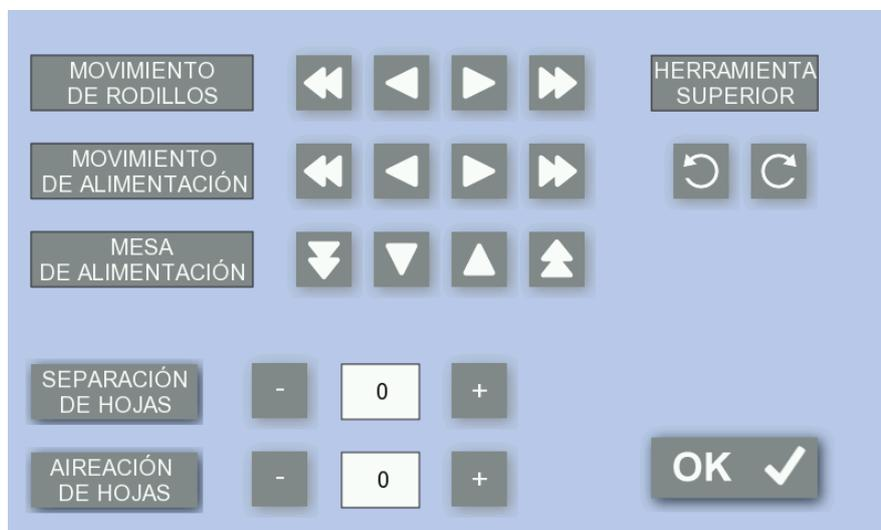

Fig. 26: Pantalla “MANEJO MANUAL”
El manejo manual es utilizado más que nada para cambiar la herramienta o para liberar un papel atascado en la máquina. En la pantalla «AJUSTES» (Fig. 14) pulse el icono  (Manejo manual) y en la pantalla principal aparecerá el siguiente menú (Fig. 26). Al pulsar los iconos de movimiento hacia delante (o hacia atrás) ,  en el campo **MOVIMIENTO DE RODILLOS**, los rodillos de la máquina se pondrán en funcionamiento. Los iconos  y  definen la continuidad del movimiento de los rodillos.  - Los rodillos giran tan sólo si mantiene pulsada la flecha.  - Los rodillos se ponen en movimiento y girando hasta que se vuelve a pulsar el icono. El campo **MOVIMIENTO DE ALIMENTACIÓN** (movimiento de las cintas de alimentación) y **MESA DE ALIMENTACIÓN** funcionan de manera analógica. **SEPARACIÓN DE HOJAS** y **AIREACIÓN DE HOJAS** se pondrán en funcionamiento pulsando pulsando los botones de funciones del mismo nombre. El icono  (Herramienta atrás) debajo del campo **HERRAMIENTA SUPERIOR** debe utilizarse en el caso de que la fuerza de perforación/hendido ajustada sea demasiado grande y la barra superior (23) permanezca en la posición inferior. Pulse el icono  para desbloquear la herramienta y accione los tornillos de ajuste (20) para reducir la fuerza aplicada a la herramienta. Activando el icono  (Herramienta adelante) se realizará un golpe de regulación. El uso de los iconos del campo **HERRAMIENTA SUPERIOR** se describe también en el capítulo 7.5. Pulsando el botón **OK** volverá a la pantalla «AJUSTES».